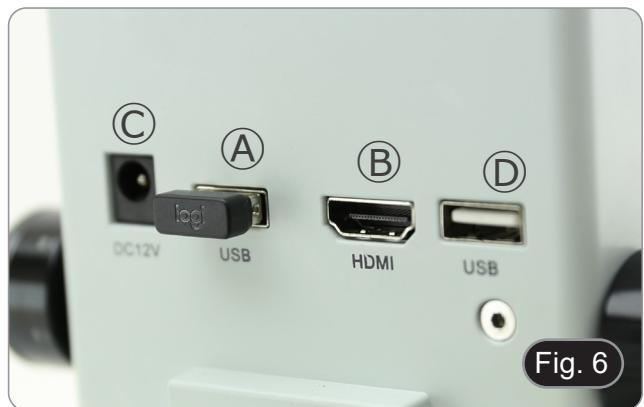

Fig. 6
5. Schließen den Empfänger der drahtlosen Maus an den USB-Anschluss ④, das HDMI-Kabel an den Anschluss ③ und die Stromversorgungsbuchse an den Anschluss ② an. (Fig. 6)
6. Schließen Sie einen USB-Stick an den Anschluss an ①.